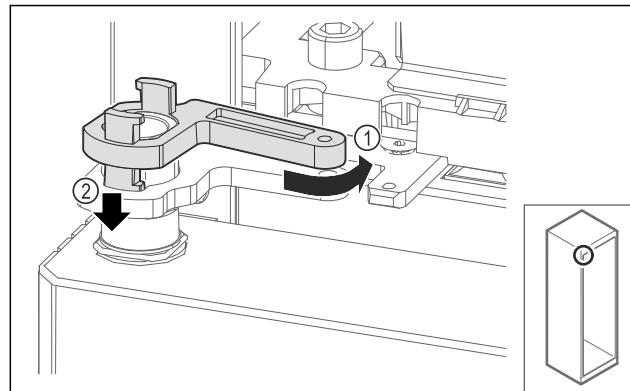

Fig. 71
- Šiek tiek pasukite atgal atraminės gembės fiksatoriui Fig. 71 (1), paspauskite žemyn Fig. 71 (2) ir užfiksuojite šarnyriniame kampuotyje.